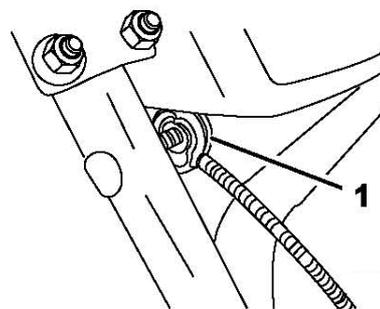

Рисунок 7.
3. Снимите гайку и прокладку с рукоятки, прикрепите зажимом трос к рукоятке, установите прокладку и гайку, хорошо затяните гайку (рис. 7).